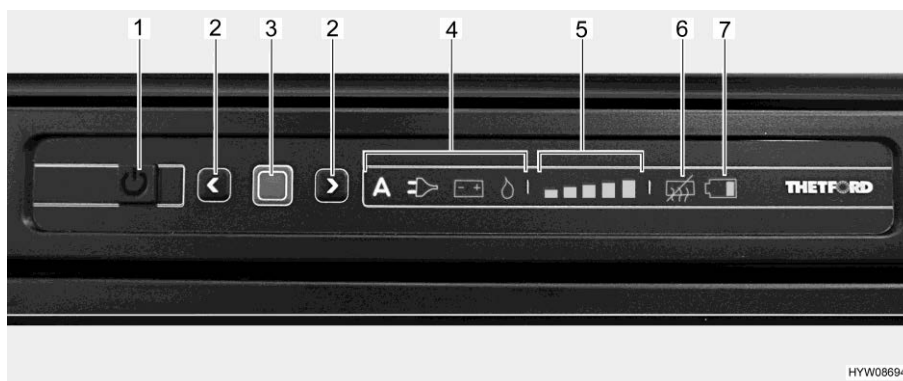

Fig. 242 Panneau de commande DEL (réfrigérateur Thetford)
- Appuyer sur la touche Marche/Arrêt (Fig. 242,1) pendant 1 seconde. La touche s'allume en vert. L'affichage devient plus sombre pour des raisons d'économie d'énergie au bout d'env. 10 secondes.
- Appuyer sur la touche de confirmation (Fig. 242,3). Le dernier mode de fonctionnement qui a été choisi est affiché.
- Appuyer sur la touche de confirmation (Fig. 242,3) pendant env. 2 secondes. Les symboles des modes de fonctionnement clignotent.
- Sélection manuelle d'énergie : Sélectionner la source d'énergie désirée avec les touches fléchées (Fig. 242,2).
- Sélection automatique d'énergie (uniquement sur le modèle à sélection automatique d'énergie) : Sélectionner le mode de fonctionnement "A" avec les touches fléchées (Fig. 242,2).
- Confirmer la sélection avec la touche de confirmation (Fig. 242,3).
- Appuyer de nouveau sur la touche de confirmation (Fig. 242,3). L'affichage du degré de réfrigération (Fig. 242,5) clignote.
- Pour changer le réglage, appuyer sur les touches fléchées (Fig. 242,2) jusqu'à ce que le réglage désiré soit affiché.
- Appuyer sur la touche Marche/Arrêt (Fig. 242,1) pendant env. 2 secondes. Toutes les lampes s'éteignent. Le réfrigérateur est coupé.
- Lorsque le réfrigérateur est mis en marche, il choisit automatiquement le dernier réglage du thermostat qui a été choisi. Ce réglage peut cependant être corrigé manuellement à l'aide des touches fléchées (Fig. 242,2). Il faudra attendre quelques heures jusqu'à ce que le réfrigérateur ait atteint sa température normale de réfrigération. Le réglage du thermostat est conservé en cas de commutation sur un autre mode de fonctionnement.